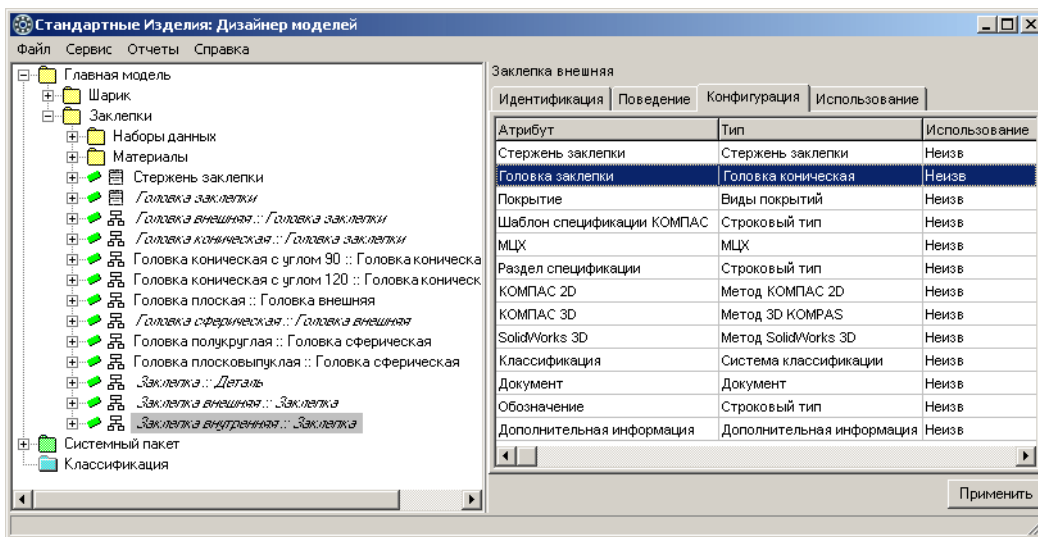

Рис. 4.125.
9. Нажмите кнопку **Применить**. Окно переопределения параметра закроется. На вкладке **Конфигурация** будет показан уточненный тип атрибута *Головка заклепки* (рис. 4.125).